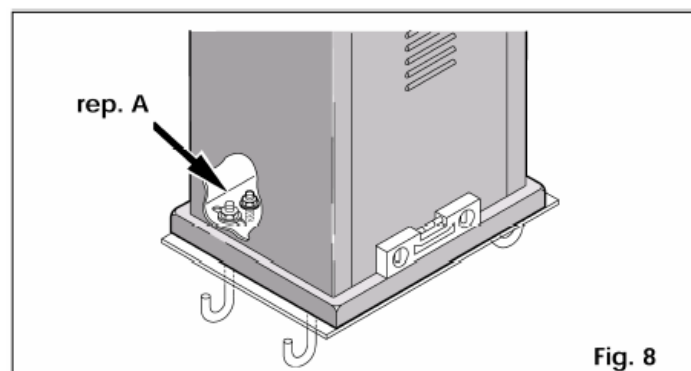

Fig. 8
2) Steek de daarvoor bestemde stelschroeven in de basis van de motorvertraging zoals op fig. 8 ref. A.
Na de installatie van de tandheugel is het wenselijk de motorvertraging ongeveer 4 mm omlaag te brengen om een goede aangrijping met het rondsel te garanderen, zie fig. 12, en stel de niveauschroeven af (fig. 8 ref. A). Span de 4 bevestigingsschroeven van de motorvertraging definitief.